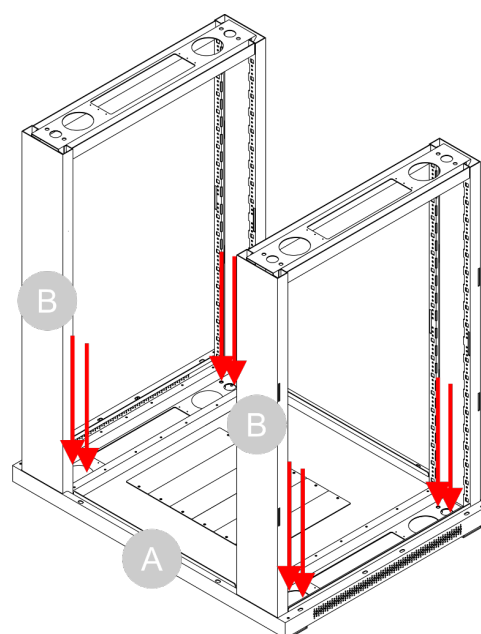

Fig. 20
- 03) Con una chiave a bussola e una **chiave esagonale (S)**, fissare i 2 **telai (B)** alla **piastra inferiore (A)** con 8 **dadi (L)** e 8 **viti (N)**, come illustrato nella Fig. 20.